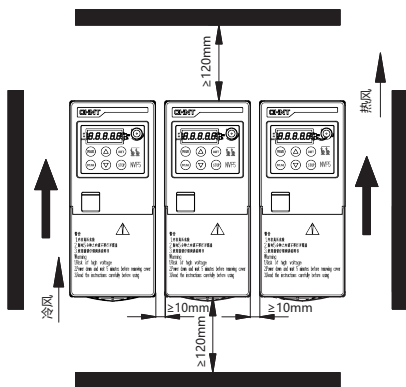
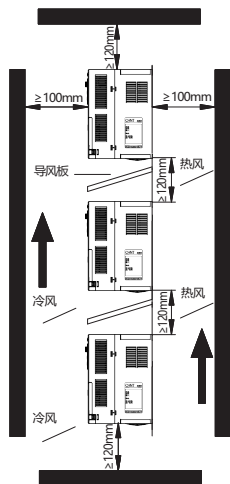

图3-1 变频器安装示意图
图3-2 多台变频器垂直安装
- 使用变频器时，请注意安装间距及距离要求，如图 3-1 和图 3-2 多台并排安装和多台垂直安装示例。